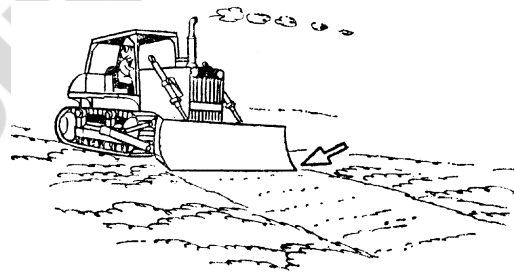

Figura 2-66
2.3.3 MANEJO DE NIVELACIÓN (FIGURA 2-66)